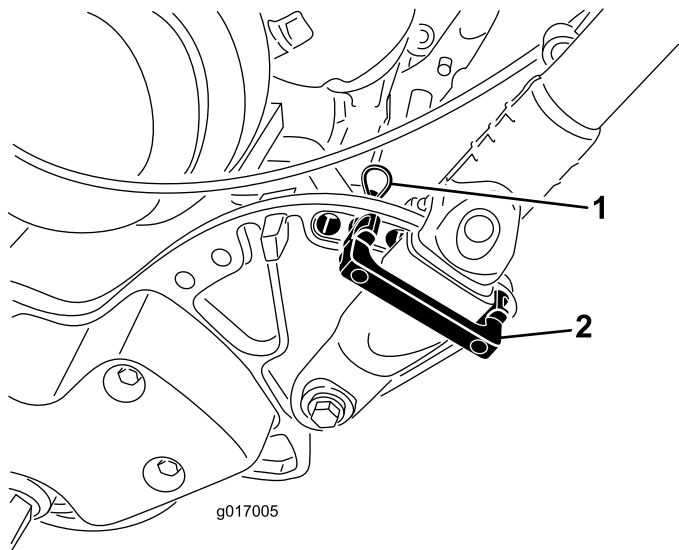

Рисунок 24
1. Извлеките шплинты из фиксаторов ручки на каждой стороне газонокосилки (Рисунок 24).
2. Удерживая ручку, извлеките шплинты с каждой стороны и поверните ручку в требуемое рабочее положение (Рисунок 24).